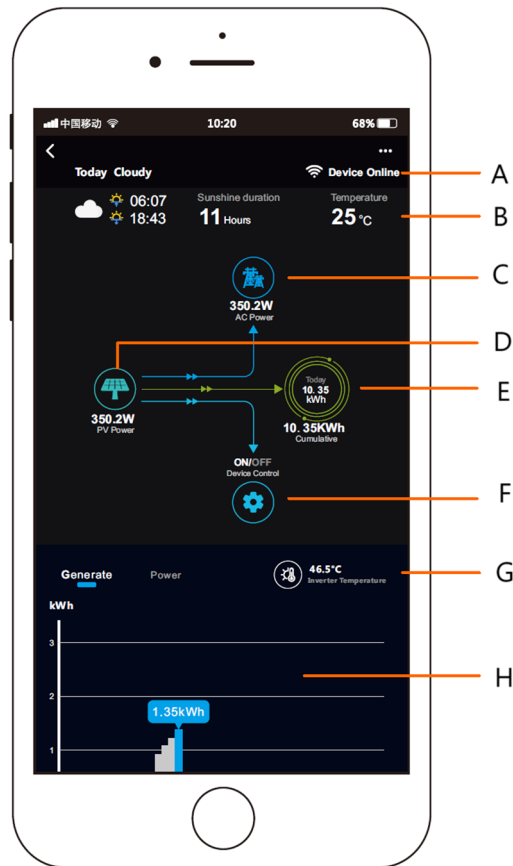

**Figura 3 Figura 4**
- 3) Când apare Figura 3, introduceți parola Wi-Fi conectată în prezent la telefonul mobil și faceți clic pe Următorul.